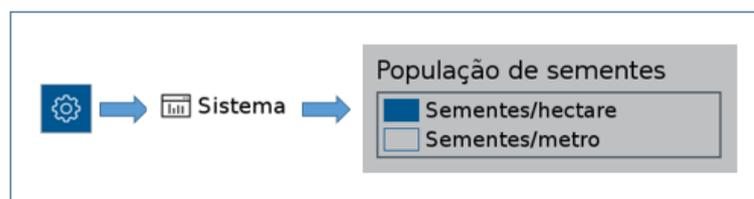

Figura 133 - Acesso para ajuste da unidade de medida da semeadora
- B) Botão para definição da taxa fixa de semente por hectare ou de semente por metro, dependerá de como estiver ajustado nas configurações de sistema, Figura 133.